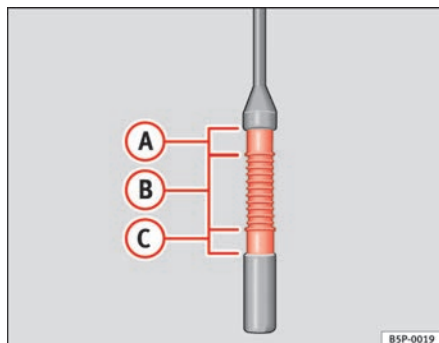

Fig. 163 Varilla de medición del nivel de aceite.
- A continuación, vuelva a extraerla y compruebe el nivel de aceite ⇒ fig. 163. En caso necesario, reponga aceite del motor.